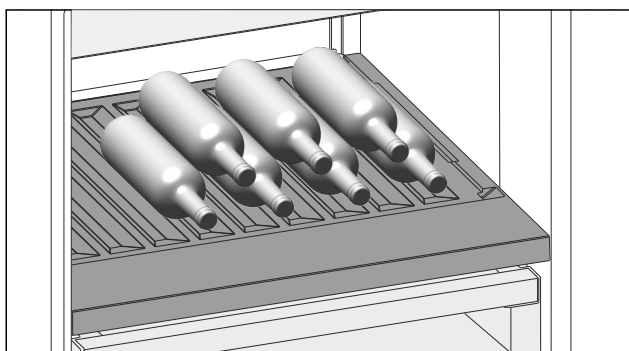

Fig. 193 Ilustrativni primjer
- Stavite boce s dnom prema stražnjoj stijenci hladnjaka. (pogledajte Fig. 193)